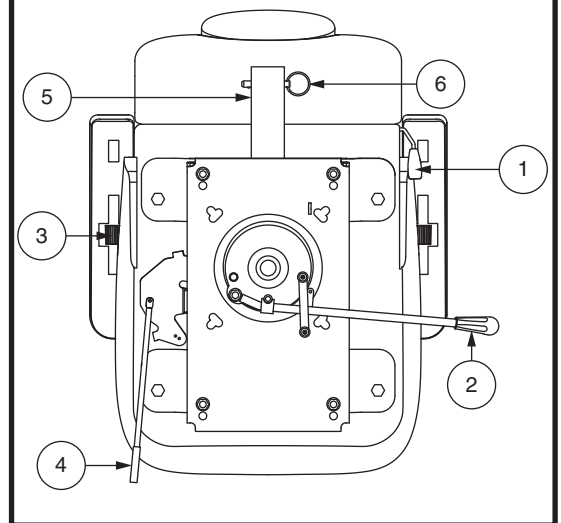

Abb. 18. Sitzeinstellungen
Um die verstellbare Rückenlehne einzustellen, befolgen Sie diese Schritte. **Siehe Abb. 18.**
1. Zum Entriegeln des Sitzes den Sitzverschluss je nach Sitztyp entweder nach oben ziehen oder nach vorne schieben. **Siehe Abb. 18.**
Der Armlehnenwinkel Ihres Elektromobils kann nach oben oder nach unten verstellt werdendurch das Drehen der Einstellscheiben. **Siehe Abb. 18.**
1. Drehen Sie den Hebel zur Verstellung der Sitzposition nach aussen. **Siehe Abb. 18.**
Die Zubehörhalterung am Heck ermöglicht es Ihnen, persönliche Zubehörkomponenten wie Korb, Gehhilfe oder Sauerstofftank hinter dem Elektromobil anzubringen. Verwenden Sie den Sicherungsstift, um das Zubehörteil sicher an der Halterung zu befestigen. **Siehe Abb. 18.** Für weitere Informationen wenden Sie sich an Ihren Vertragshändler.